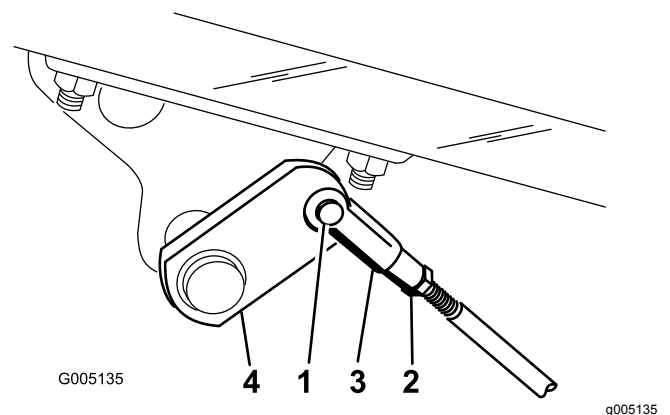

Figura 49
- A. Desengate as barras dos travões, retirando o respetivo contrapino e passador de forquilha (Figura 49).
- B. Liberte a porca de segurança e efetue o ajuste do passador de forquilha (Figura 49).
- C. Monte o passador de forquilha no eixo do travão (Figura 49).